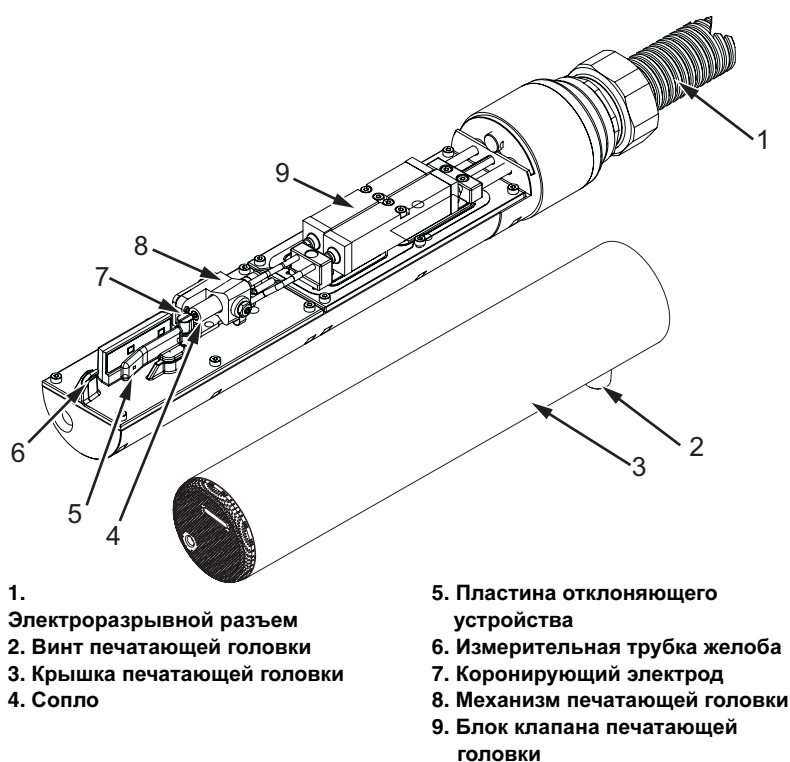
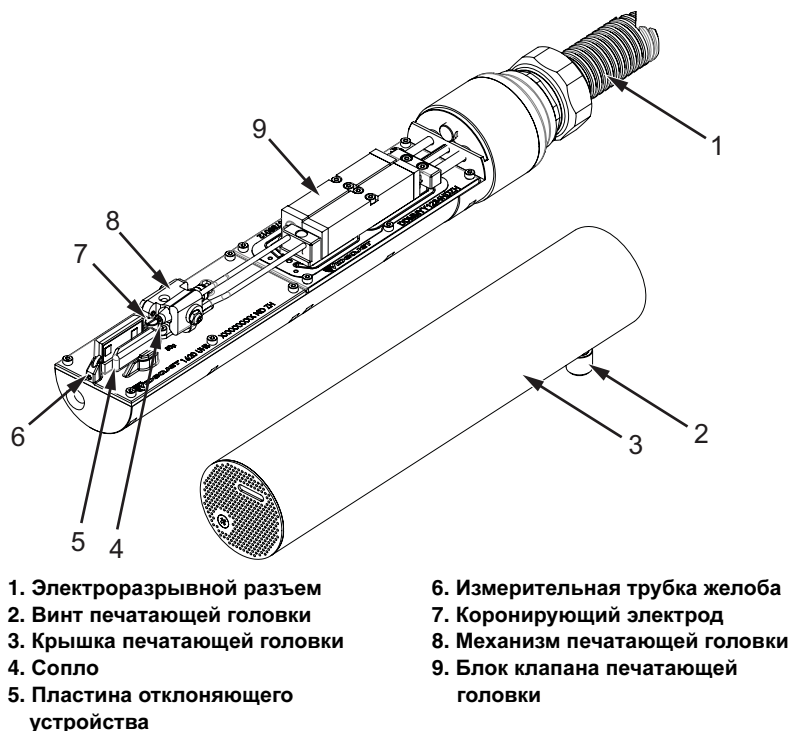

Рис. 6-4: Печ. головка (Videojet 1650)
Рис. 6-5: Печ. головка (Videojet 1650 UHS)
- 3 Ослабьте винт печатающей головки (деталь 2, Рис. 6-4 на стр. 6-9) и снимите крышку печатающей головки (деталь 3).
- Измерительная трубка желоба (деталь 6, Рис. 6-4(Videojet 1650) и Рис. 6-5 на стр. 6-10 (Videojet 1650 UHS))